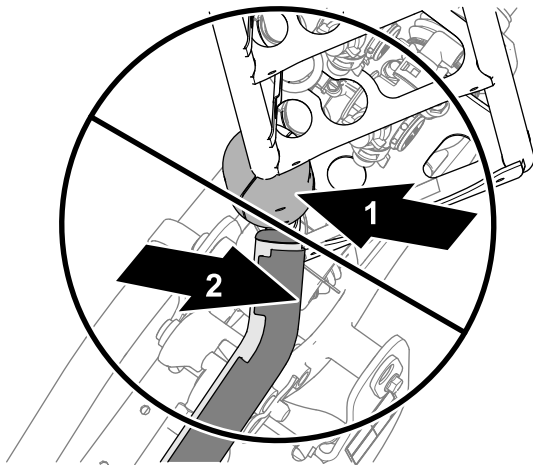
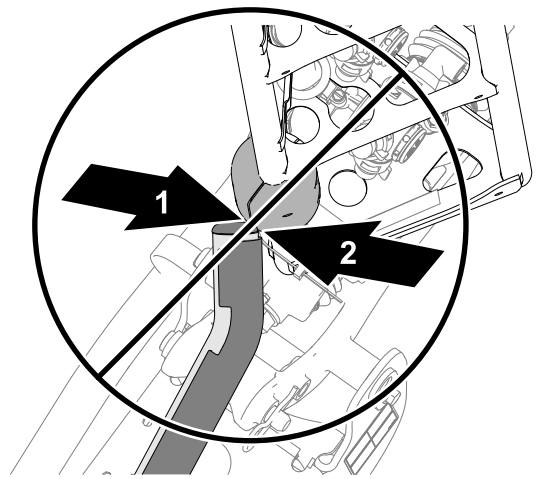
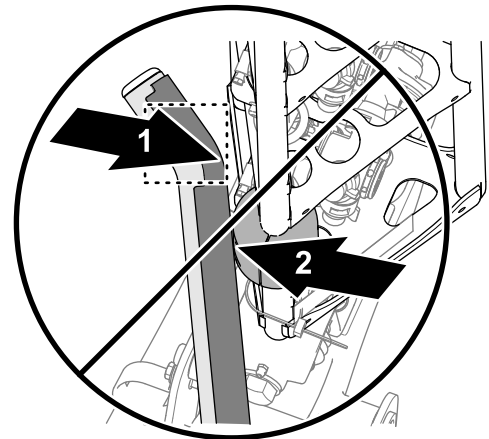

Figure 6
Figure 7
Figure 8
5. Si l'un des tubes supérieurs du berceau est mal aligné par rapport au bloc coulissant, comme montré à la Figure 6, la Figure 7 ou la Figure 8, réglez la position du berceau ; voir Alignement des berceaux sur les rampes extérieures (page 86).